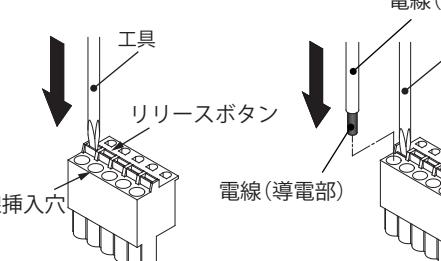

図5
- 2. 電線を接続する端子のリリースボタンをマイナスドライバーなどの工具を利用して押し込んでください。(図 5)